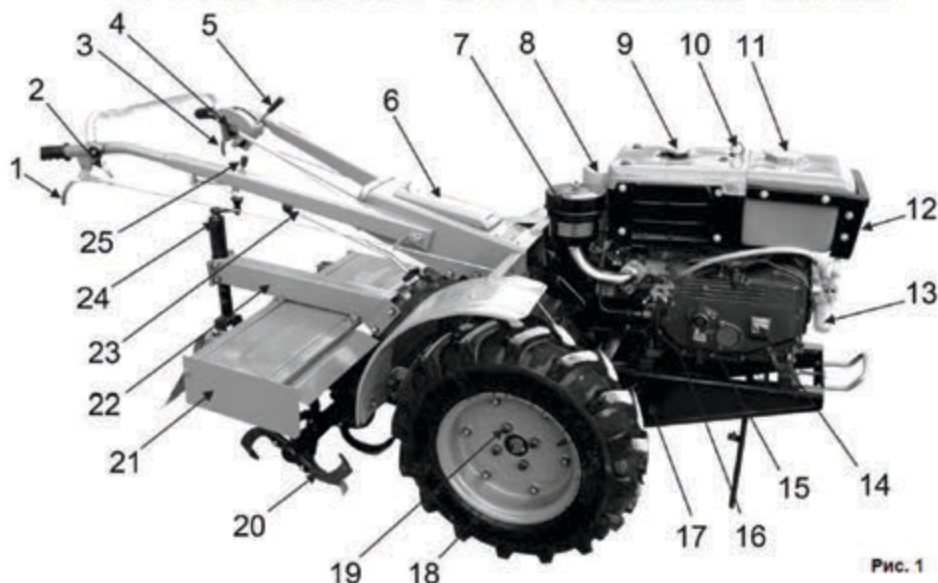

Рис. 1
- Когда рукоятка сцепления (5) (См. Рис.1) находится в положении «отключения», тяговый шток управления муфтой сцепления обеспечивает движение соединительной вилки в обратном направлении, оттягивая храповую муфту и позволяя выжимному подшипнику смещаться по оси. Выжимной подшипник надавливает на три расцепляющих рычага, которые поднимают вверх три регулировочных штока, что приводит к перемещению нажимного диска влево и вызывает проскальзывание на участке между нажимным диском и узлом ведущего диска, благодаря чему происходит прекращение передачи усилия и обеспечивается выключение сцепления.
- Когда рукоятка тормоза/сцепления (5)(См. Рис.1) находится в положении «торможение», тяговый стержень заставляет проворачиваться тормозную тягу, а плоская головка на конце оси тормозной тяги разжимает кольцевую муфту тормоза, вызывая трение кольца о внутреннюю поверхность вращающегося колеса, благодаря чему и достигается эффект торможения.
- Культиватор оснащён блокировочным механизмом с поворотным хомутом. Во время поворота одной из рукояток рулевого управления (1,3)(См. Рис.1), при помощи тягового штока, в действие приводится вилка рулевого управления, и соответствующий рычаг, что обеспечивает смещение шестерни механизма рулевого управления и вывод из зацепления зубчатого колеса с внутренними зубьями. В результате чего усилие с одной стороны приводного колеса ослабевает и обеспечивается возможность управления культиватором.
- Когда отжимная рукоятка рычага сцепления (5:1) (См. Рис.1:7) находится в сцепленном положении, тормоз полностью отпущен; когда он находится в положении тормоза, культиватор поставлен на тормоз.